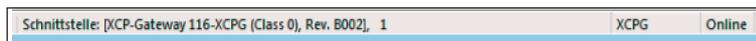

Abb. 5-16: Statusleiste: Schnittstelle "XCPG"
- ☞ Wenn in der Statuszeile des Programmfensters ein Interface angezeigt wird (Abb. 5-16), fahren Sie fort mit Kapitel 5.4.4.4 "Neue Konfigurationsdatei anlegen".